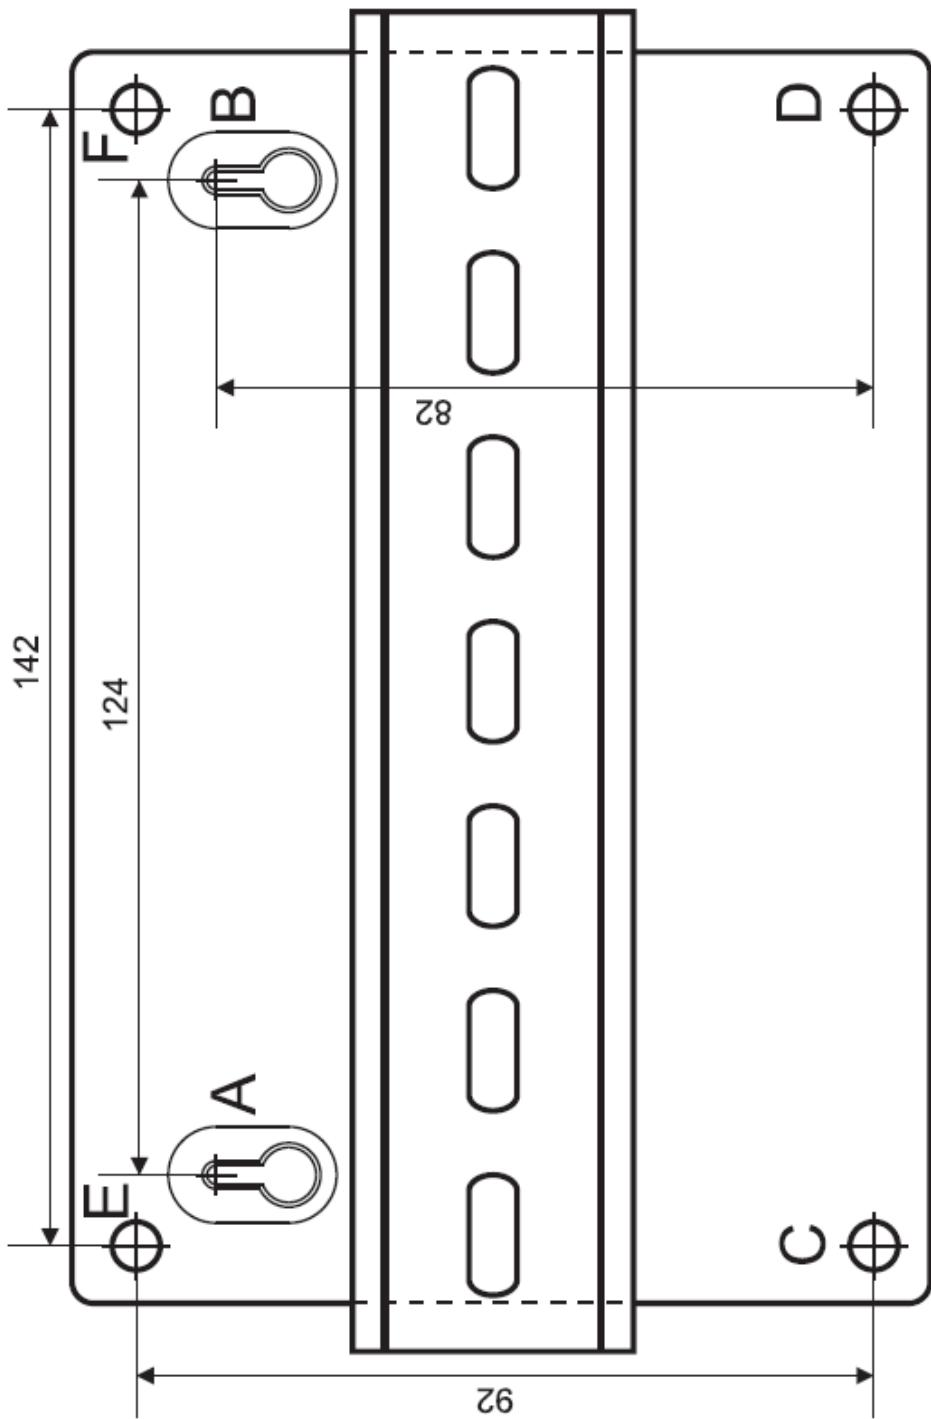

Рисунок 8. Шаблон для монтажа
3.2.3 **Вариант 1.** Приложите к стене шаблон для монтажа (рис. 8). Просверлите 3 отверстия (A, B и на выбор C или D).
3.2.7 **Вариант 2.** Приложите к стене шаблон для монтажа (рис. 8). Просверлите 3 отверстия (E, F и на выбор C или D).